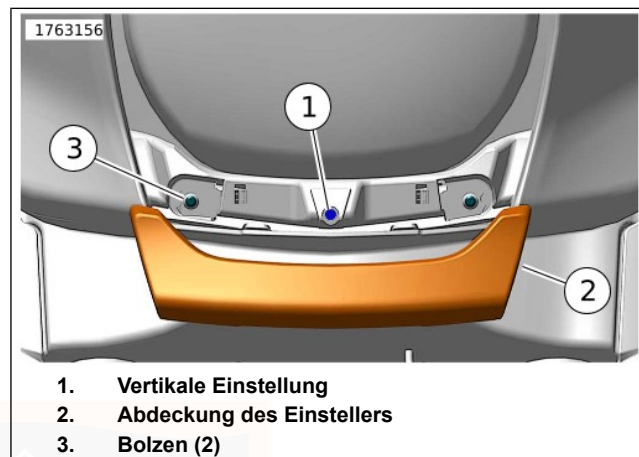

Abbildung 151. Scheinwerfereinstellung
1. Siehe Abbildung 151. Die Abdeckung (2) des Einstellers greifen und nach vorne ziehen, um sie von den Bolzen (3) zu lösen.
2. Einen Schlitzschraubendreher in die vertikale Einstellschraube (1) einführen.
5. Siehe Abbildung 151. Die Abdeckung des Einstellers anbringen.
- a. Die Abdeckung (2) des Einstellers an den Pfosten (3) ausrichten.